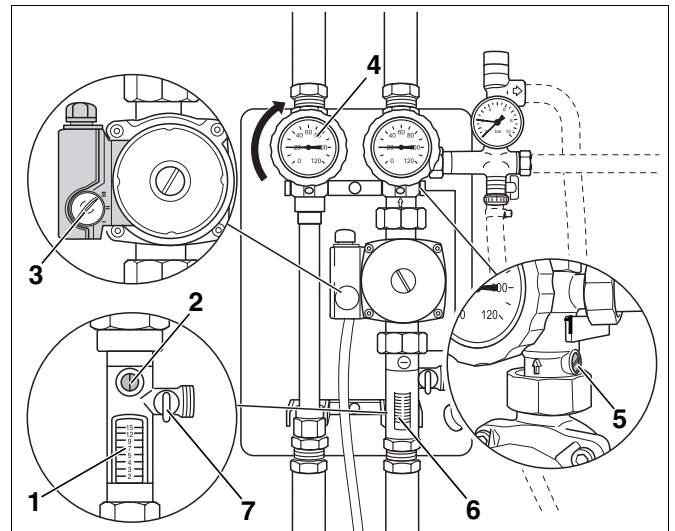

Fig. 18 Ajuste del caudal
- ▶ Gire la ranura del tornillo de ajuste (fig. 18, **pos. 5**) del retorno hasta la posición horizontal para cerrar el freno por gravedad.
- ▶ Gire la ranura del tornillo de ajuste (fig. 18, **pos. 2**) hasta la posición vertical para abrir el limitador de caudal (fig. 18, **pos. 6**).
- ▶ Compruebe el caudal en la mirilla del limitador de paso (fig. 18, **pos. 1**).
- ▶ Para ajustar previamente el caudal, ajuste el interruptor de etapas de la bomba de circulación (fig. 18, **pos. 3**) de tal forma que seleccionando la menor etapa posible se alcance o exceda el caudal necesario.
El tornillo de ajuste del limitador de caudal (fig. 18, **pos. 2**, página 23) se emplea para regular el caudal con precisión.
- ▶ Cierre el tornillo de ajuste del limitador de caudal (fig. 18, **pos. 2**, página 23) hasta que el borde inferior del flotador muestre en la mirilla el caudal recomendado.